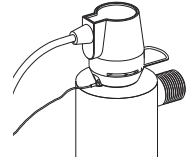
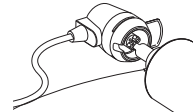
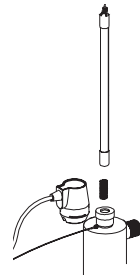

Рис. 1
Рис.2
Рис. 3
2. Отключите электропитание системы. Отключите Safety-Loc™ коннектор, выдвинув металлическую стопорную скобу (рис.1). Выдвиньте коннектор и излучатель из реактора. Отсоедините излучатель от коннектора (рис.2). Не выкручивайте излучатель, просто отсоедините его от коннектора. Не касайтесь “стеклянной” части излучателя. Предпочтительно держать излучатель за керамические изоляторы. Полностью удалите излучатель из реактора, не изгибая его, чтобы не повредить кварцевую трубку.
4. Осторожно вставьте излучатель внутрь кварцевой трубки, расположенной внутри реактора (рис. 3). Опустите излучатель так, чтобы он выступал из корпуса реактора на 5 см. Присоедините Safety-Loc™ коннектор к излучателю (рис. 2).